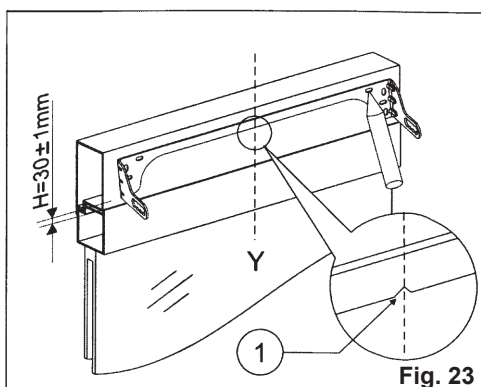

Fig. 23
- 3) **Fig. 23** - Alinear a la mediana el estribo de enchufe al cerco, utilizando como referencia el indicador de mediana (Rif. 1) colocado al centro de la misma y marcar en el chasis los puntos de perforación;